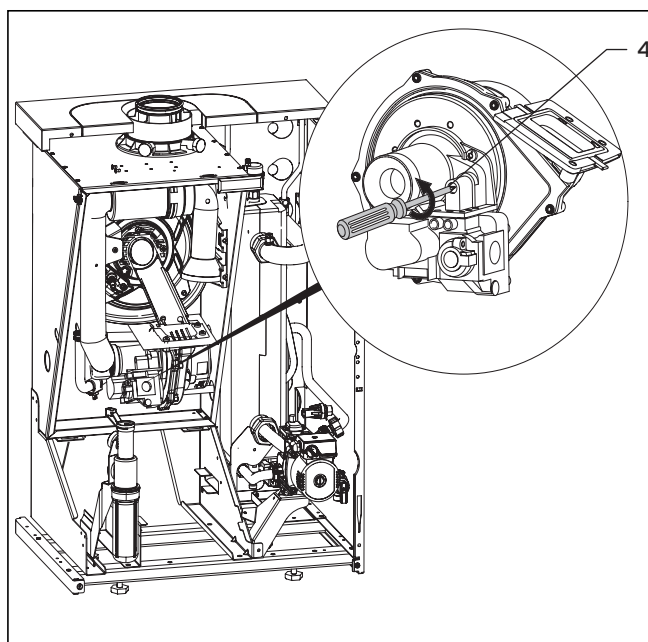

Fig. 7.4 Regolazione del rapporto di eccesso d'aria
- Girare con precauzione la vite di regolazione del rapporto di eccesso d'aria (4, fig. 7.4) verso destra (in senso orario), per ridurre il tenore di CO2.